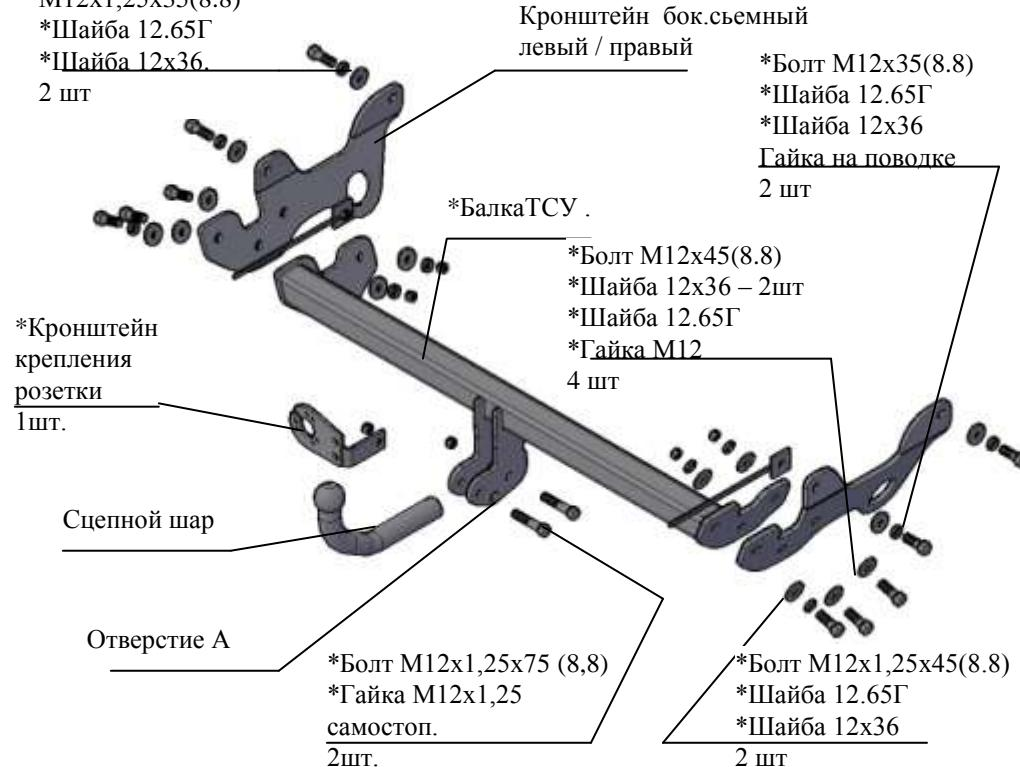

Рис.1 Тягово-сцепное устройство 8600
4.2 Закрепить боковые съемные кронштейны ТСУ левый и правый к лонжеронам а/м (в соответствии с рис.1) : к передним отверстиям (по ходу а/м) болтами M12x1,25x35 (гайки приварные штатные), подложив под головки болтов шайбы 12,65Г и шайбы 12x36, а к задним – болтами M12x35, используя гайки на поводке, подложив под головки болтов, шайбы 12,65Г и шайбы 12x36. Крепеж не затягивать.
2.1 ТСУ 8600 в сборе (рис.1)	1 шт.
2.2 Пакет с комплектующими (см. рис.1)	1 шт.